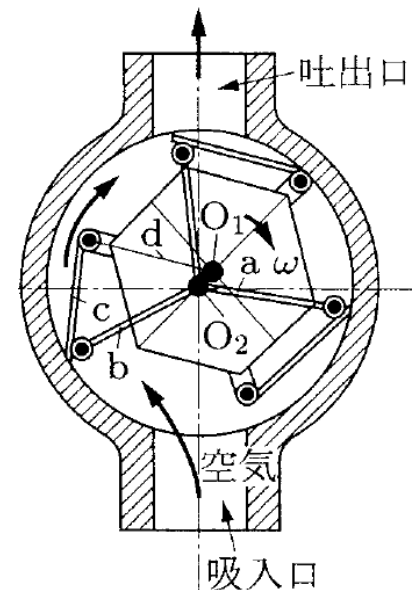

図7 送風機
- 図7は両クランク機構を利用した例で、送風機 (blower) というものである。